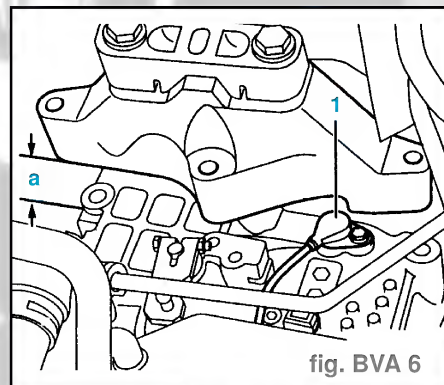

fig. BVA 6
- Abaisser la boîte de vitesses de la cote **a = 60 mm** en agissant sur la broche du dispositif de maintien **10-22 A** du côté gauche (fig. BVA 6).